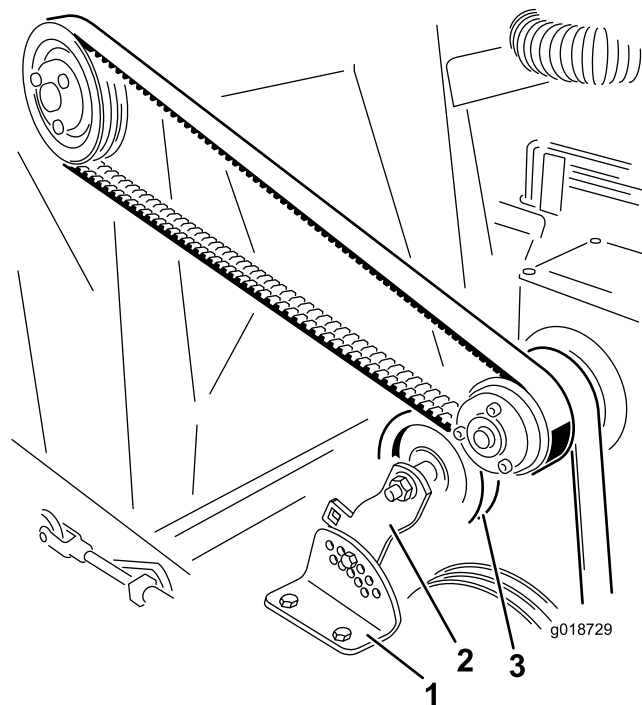

Рисунок 23
2. Удалите болт с гайкой, которые крепят кронштейн натяжного ролика к кронштейну регулировки натяжения (Рисунок 23).